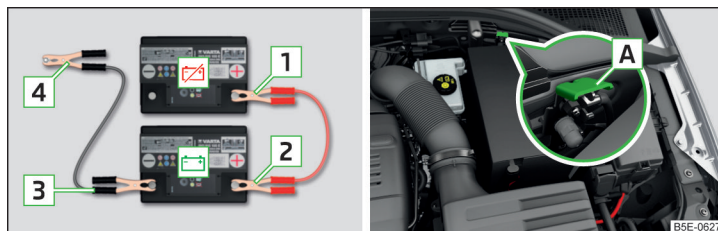

Fig. 310 Ayuda de arranque: - batería descargada, - batería que suministra corriente / punto de masa del motor en el sistema START-STOP
- En vehículos **con** el sistema START-STOP, fijar el borne **4** en el punto de masa del motor **A** » fig. 310.